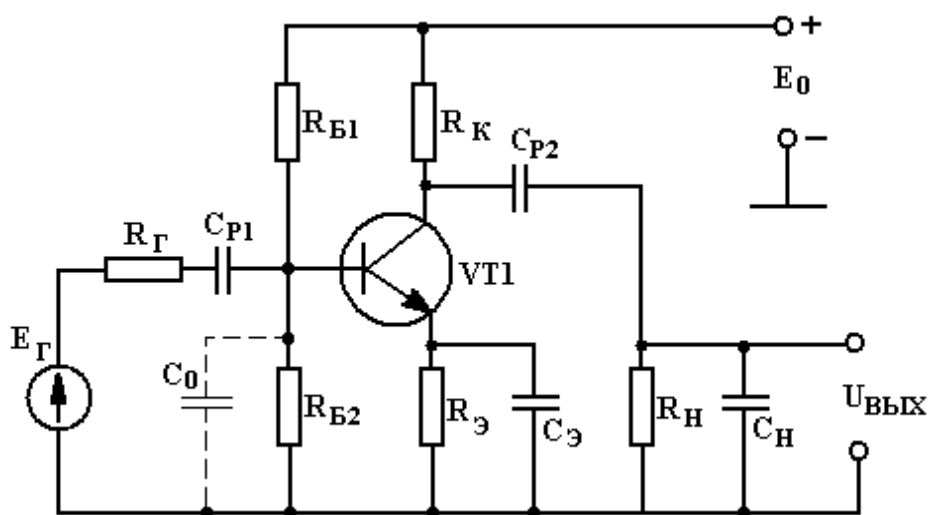

Рис.1.5. Схема усилителя с ОЭ и дополнительными элементами для расчета
Для расчета целесообразно использовать схему, на которой показаны не только реальные физические дискретные компоненты, но и отдельные элементы, которые несут на себе свойства этих физических компонентов (рис.1.5). Такие дополнительные элементы конкретизируют важные свойства физических элементов схемы, характер их влияния на параметры усилителя и
1. Приводится принципиальная схема каскада (рис.1.5).